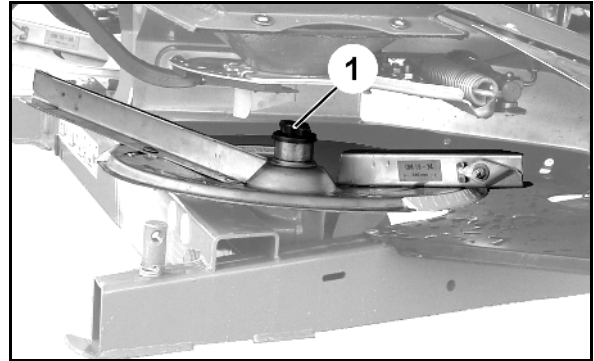

Fig. 57
1. Remove the wing nut (Fig. 57/1).